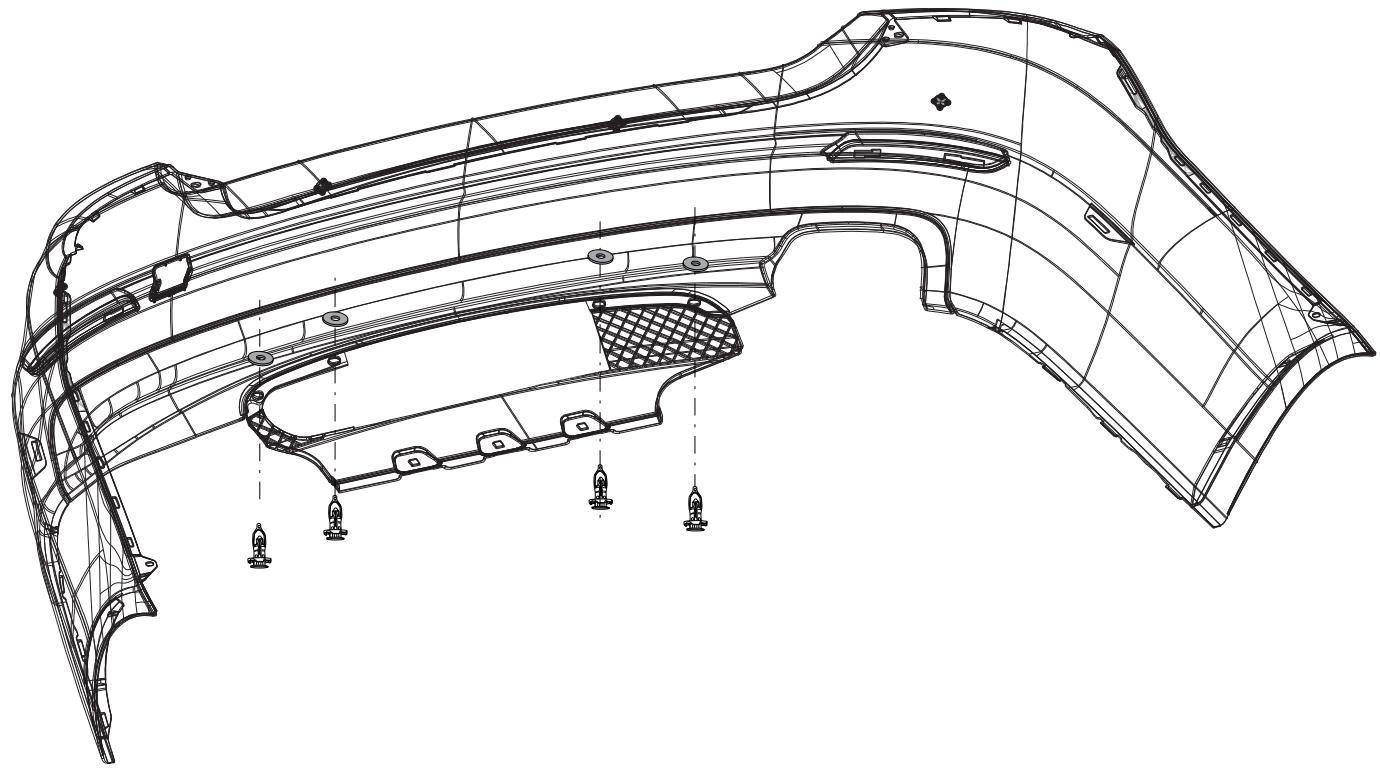

Fig.6
- Установить пластмассовую закрывающую пластины снизу в середине. См. рисунок 6.